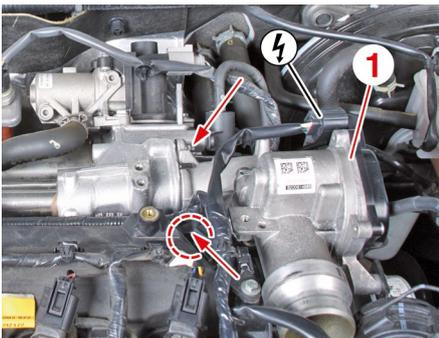

Fig. 19
- le papillon motorisé **(1)** (Fig. 19).